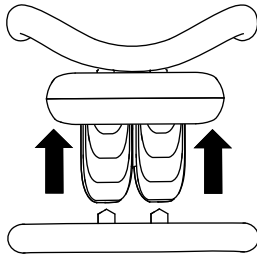

Bild 6
- Bewegen Sie den Fahrertriebshebel nach vorne, um vorwärts zu fahren (Bild 6).